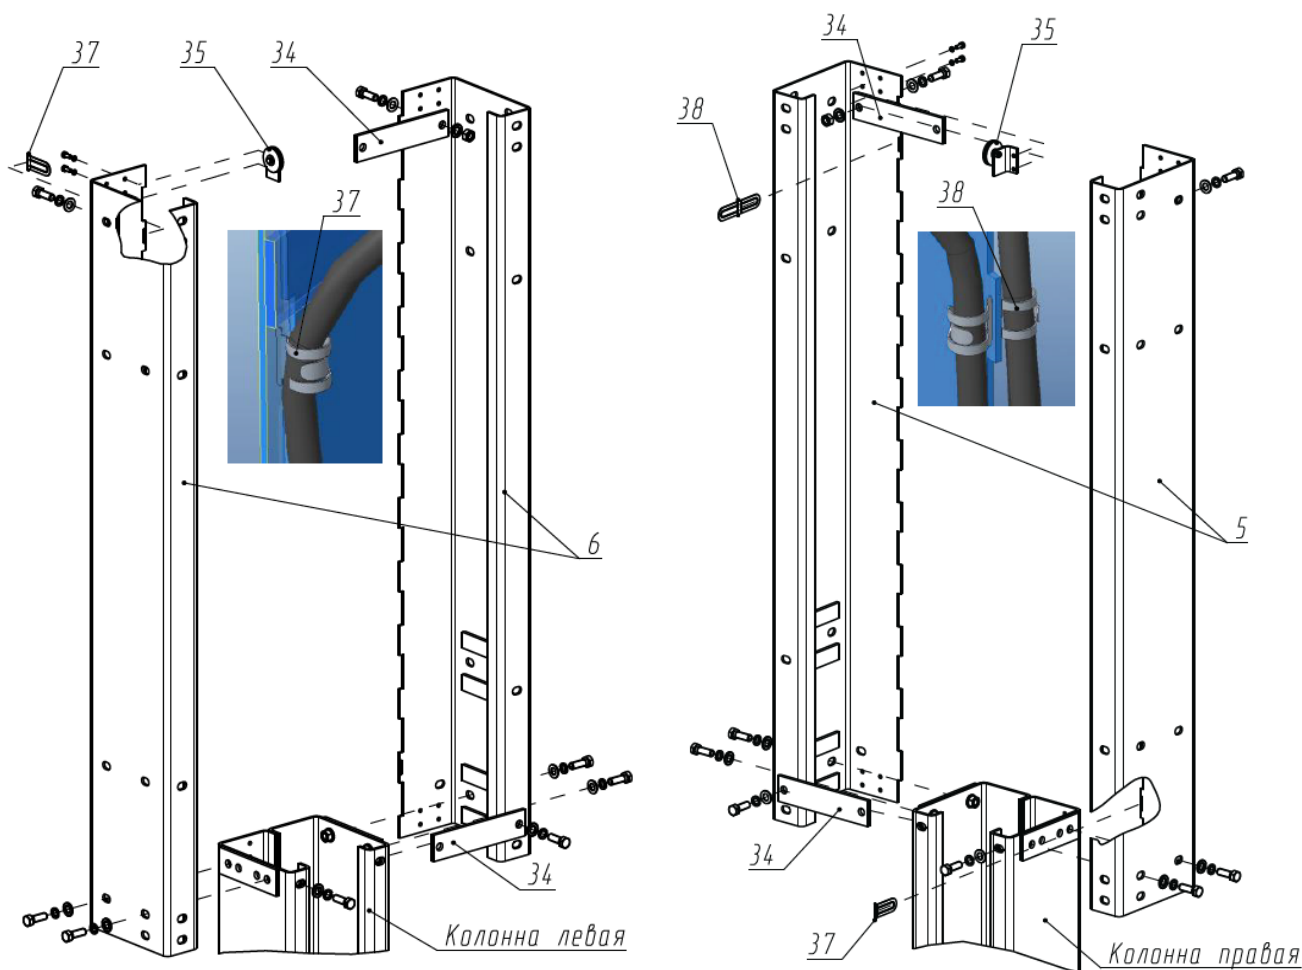

Рисунок 6.2 – Установка надставок
6.3 На готовый бетонный пол (4500x1500x250мм) установить стойки 1 и 2 (убедиться, что правильно выбран направление заезда). К стойкам 1 и 2, используя болты M12x35, гайки M12, шайбы 12Г и шайбы 12, привернуть надставки 5, 6 (рисунок 6.2) и перекладину 3. На надставки 5, 6 установить блоки 35 системы стопорения кареток, используя болты M6x14 и шайбы 6Г, а также установить хомуты 37, 38 (после установки в монтажное место, хомут разогнуть в разные стороны, далее обернуть Р.В.Д. по месту) в надставку 5, 6 как указано на рисунке 6.2.